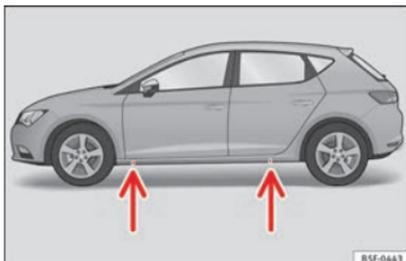

Fig. 186 Travesaño: marcas.
- Busque en el larguero el punto de apoyo (zona hundida) más cercano a la rueda a cambiar » » fig. 186. Tras la marca se encuentra, en el larguero, el punto de apoyo para el gato*.